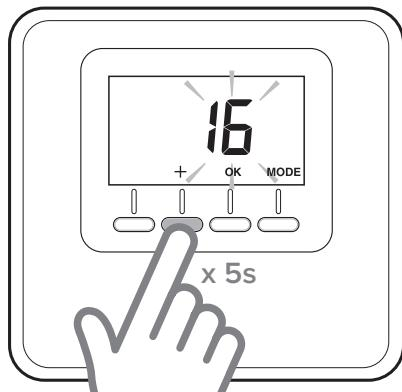

Abb. 14
- Die Taste „+“ auf dem Raumsensor (Abb. 14) 5 Sekunden lang drücken.